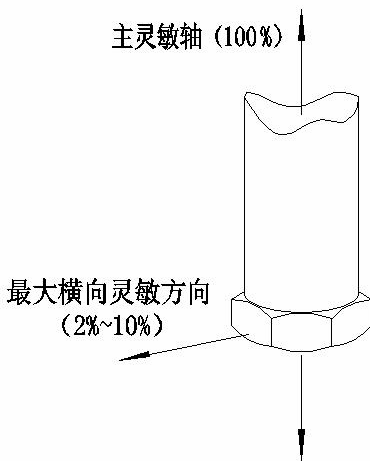

图 3-13
- 4) 安装传感器应使它的主灵敏轴与需要的测量方向一致。传感器对横向振动也有轻微的灵敏度，见图 3-13。因为典型的横向灵敏度小于主轴灵敏度的百分之二，故一般可忽略不计。(但测量时应尽量使传感器主灵敏方向与被测方向一致，见例 3)